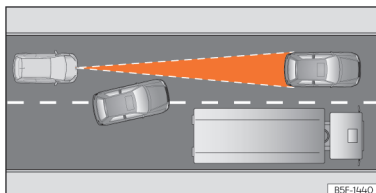

Fig. 119 Autovehicul schimbând benzile.
- Autovehicule care intră pe banda dumneavoastră la o distanță mică față de autovehiculul dumneavoastră »» fig. 119.